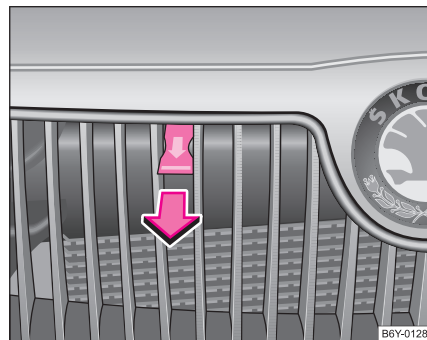

Fig. 139 Grilajul radiatorului: Mâner
- Trageți mânerul ⇒ pagina 190, fig. 139, capota motorului se va debloca.